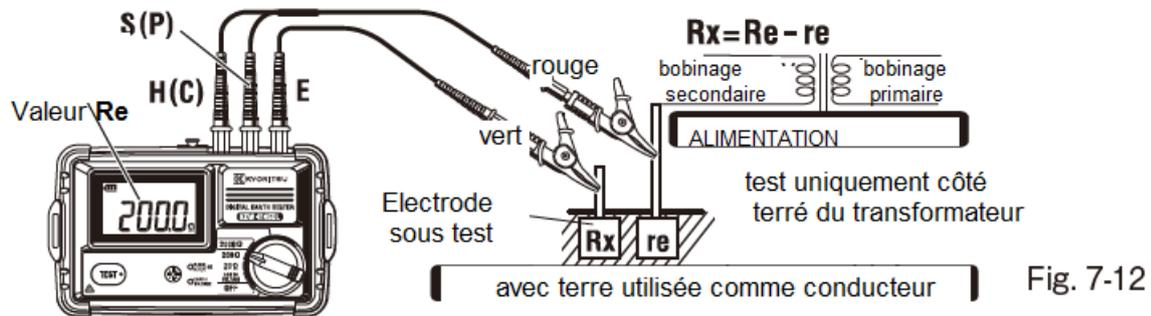

Fig. 7-12
La valeur de résistance de terre d’une électrode de terre connectée à la borne H (C) – voir Fig. 7-12 – est ajoutée à la valeur de la résistance de terre réelle **R_x**, valeur indiquée par **Re**.